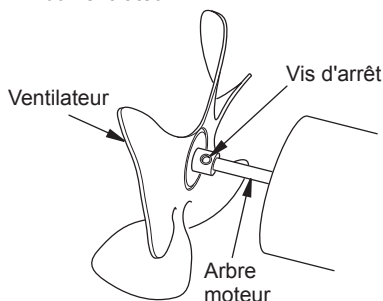

Figure 9 - Identification du ventilateur, de l'arbre du moteur et de la vis d'arrêt
11. Utilisez une clef hexagonale de 1/8 po pour desserrer la vis d'arrêt qui maintient le ventilateur à l'arbre du moteur (voir figure 9).